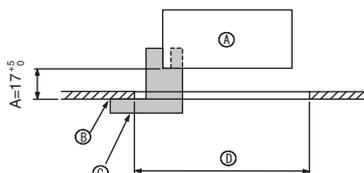
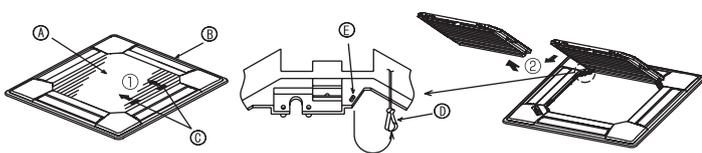

Fig. 5-2
Fig. 5-3
①	Решетка	1	950 × 950 (мм)
②	Винт с привязной прокладкой	4	M5 × 0,8 × 25
③	Шаблон	1	(Поделен на четыре части)
④	Фиксатор	3
⑤	Винт	4	4 × 8
⑥	Винт	1	4 × 12
5.2. Подготовка к установке вентиляционной решетки (Fig. 5-2)
- С помощью поставленного в комплекте шаблона ③ отрегулируйте и проверьте положение устройства по отношению к потолку. При неверном расположении устройства по отношению к потолку возможно прохождение воздуха или накопление конденсации.
5.2.1. Удаление воздухозаборной решетки (Fig. 5-3)
- Сдвиньте рычаги в направлении, обозначенном стрелкой ①, чтобы открыть воздухозаборную решетку.
- Пока воздухозаборная решетка находится в "открытом" положении, удалите стержень воздухозаборной решетки с вентиляционной решетки в направлении стрелки ②.
[Fig.5-3, 5-4]